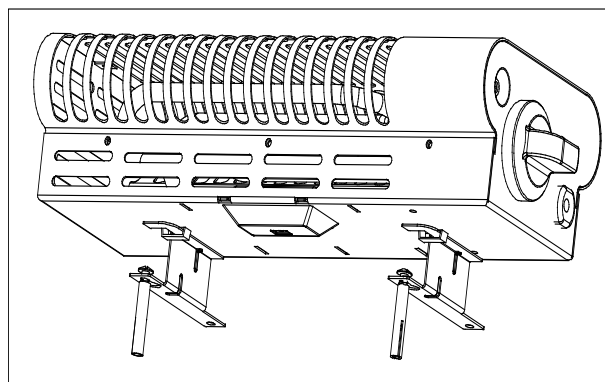

Fig. 2
- Placera väggfästena på sina platser på apparatens baksida (bild 2).
- Insert the wall brackets in their places on the backside of the appliance (fig. 2).